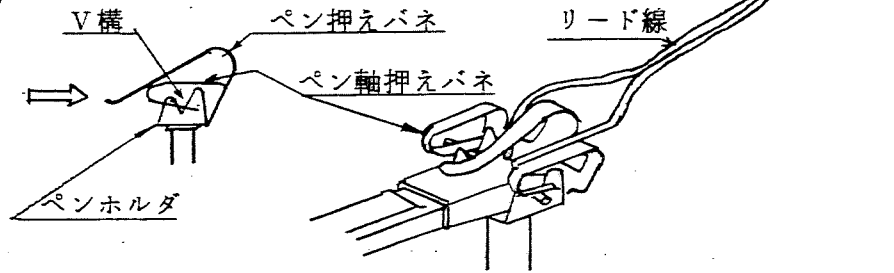

図 6-4
(2) セットする時
- リード線を図 6-4の様にペン押えバネの両側に通し、ペン軸をペンホルダ-V溝に入れます。この時ペン軸とペンホルダにゆるみのない様固定して下さい。ゆるいと記録波形がひずみます。次に